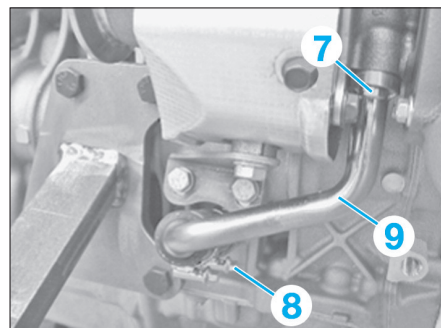
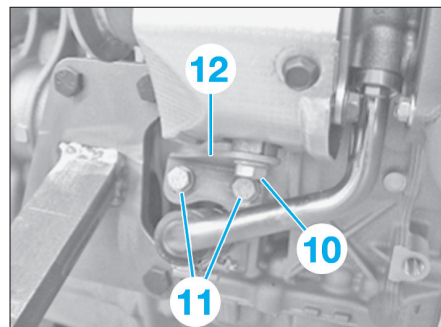

Fig. 81
Fig. 82
- Déconnecter la conduite (6).
- Déposer la vis (7) (Fig.81).
- Défaire le collier (8) puis déposer la conduite de retour (9).
- Déposer la vis (10) (Fig.82).